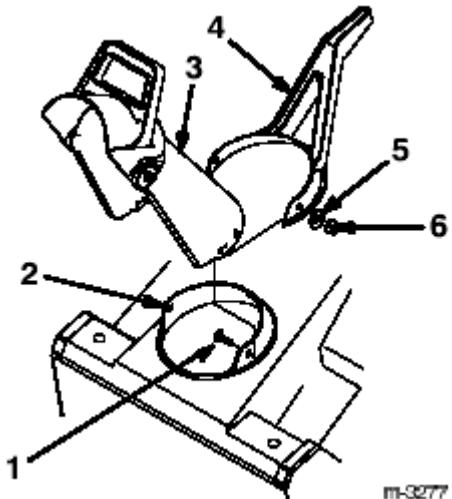

图7
1、安装排雪道手柄于排雪道环上。（图7）
2、在排雪道手柄和排雪道环之间插入排雪道。（图7）